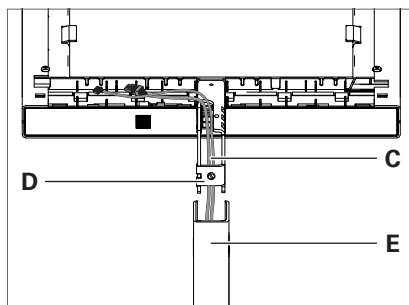

Fig. 2 : Monter la tête du luminaire sur le bras vertical.
- Passer les câbles **C** par le bas dans le bras de support **D** sur la tête de luminaire et enficher entièrement le bras de support dans le bras vertical **E**, voir Fig. 2.